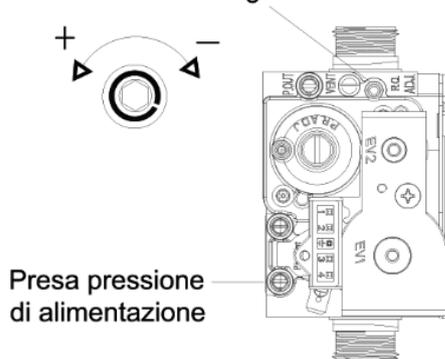

Fig. 26
- 3- Misurare il livello di CO2 (vedi tabella dei valori di CO2) e regolare se necessario agendo sul regolatore della valvola gas (fig. 26).